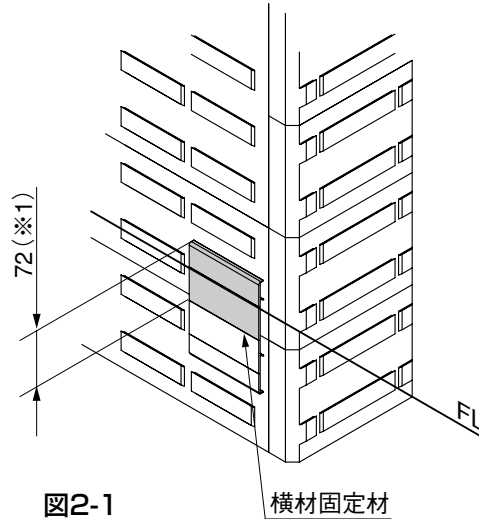

図2-1
- ❶ FLが横材固定材の調整範囲内(※1)に入るように、横材固定材を壁柱の引掛け部に仮合わせしてください。(図2-1参照)